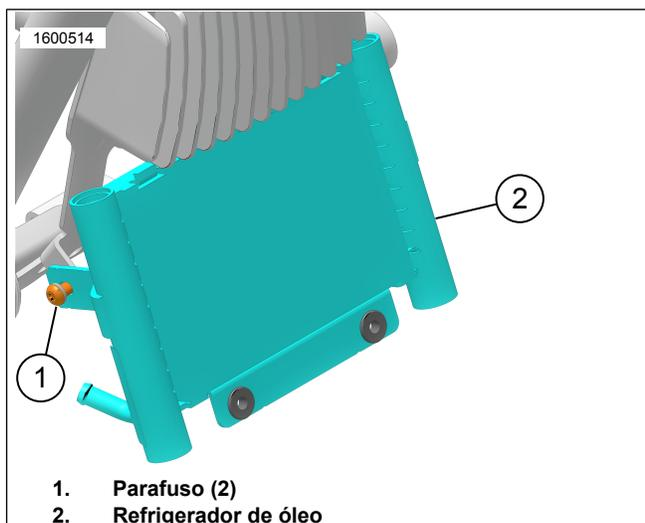

Figura 2. Parafusos do Refrigerador de Óleo
2. Ver a Figura 2. Remover os parafusos (1).
- a. Ver a Figura 2. Instale e aperte os parafusos (1).